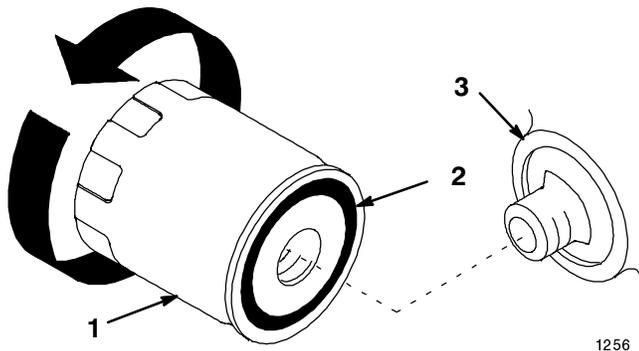

Figure 27
2. Déposer le filtre usagé et essuyer la surface de joint de l'adaptateur du filtre (Fig. 27).
3. Enduire d'une mince couche d'huile fraîche le joint de caoutchouc du filtre neuf (Fig. 27).
4. Monter le nouveau filtre à huile sur l'adaptateur, en vissant le filtre dans le sens des aiguilles d'une montre jusqu'à ce que le joint de caoutchouc touche l'adaptateur, puis en le vissant encore de 1/2 tour supplémentaire (Fig. 27).